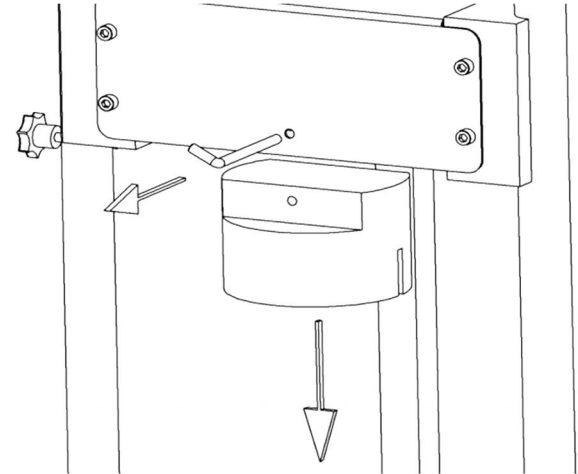

Figure 7
- Nettoyez l'extérieur de la machine et le coin de poussée (18) avec du coton humide.
- Pour libérer le coin de poussée (18), il suffit de tirer le coin de poussée (18) vers l'axe vertical en tirant l'axe du coin de poussée (16) vers soi. (Figure 7)